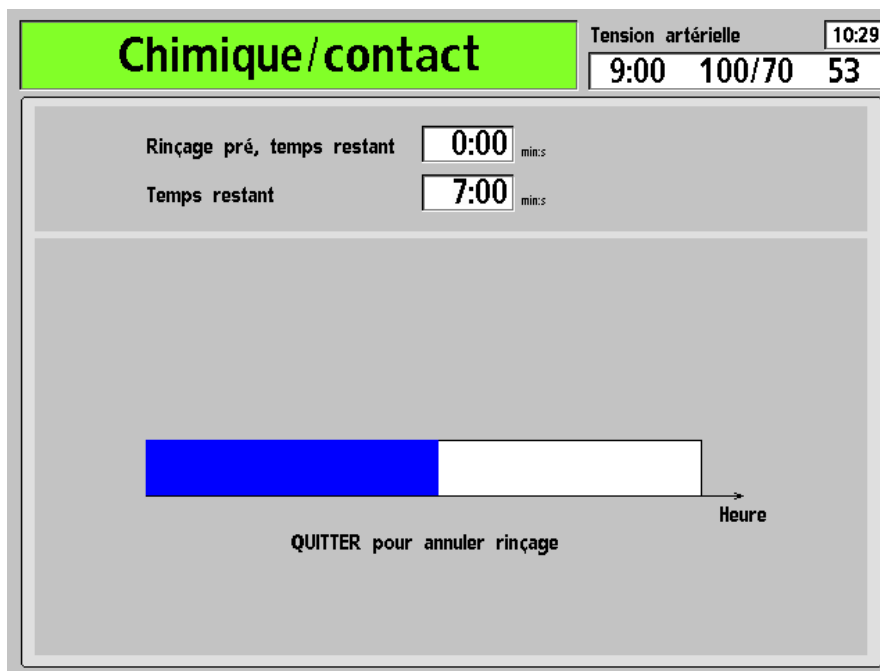

Figure 62 – Écran de désinfection chimique/contact
5. L'écran de désinfection « Chimique/contact » s'ouvre (reportez-vous à la Figure 62). La progression du cycle de désinfection est indiquée dans la barre horizontale. Le cycle commence par un rinçage de 45 secondes. Le message « Rinçage tubulaires : attente » est affiché sur la barre d'état.